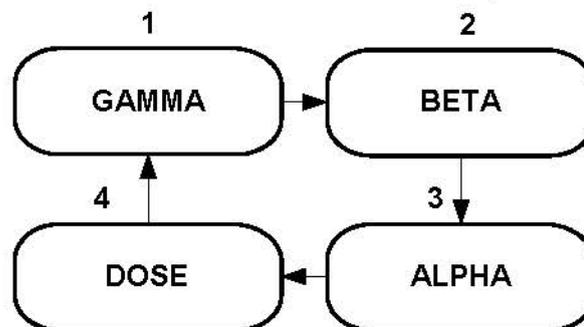
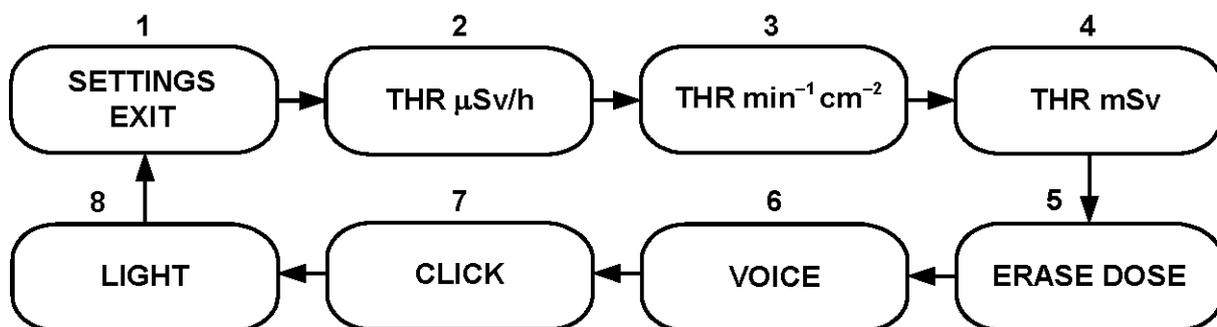

Рис. 2 Схема переключения режимов работы прибора
Рис. 3 - Схема переключения установок сигнализаций
б) переключение режимов работы осуществляется кратковременным нажатием (менее 1 с) кнопки «**MODE**» согласно схеме представленной на Рис. 2;
в) При длительном (более 2 с) нажатии кнопки «**MODE**» в любом из режимов «**GAMMA**», «**BETA**», «**ALPHA**» или «**DOSE**» прибор переходит в меню установок (на дисплее - «**SETTINGS EXIT**»). Установки сигнализаций циклически меняются по кругу кратковременными (менее 1 с) нажатиями кнопки «**MODE**» согласно схеме представленной на Рис.3. Выход из меню установок в основное меню режимов работы (Рис.2) – длительное удержании кнопки «**MODE**» при индикации на дисплее «**SETTINGS EXIT**».
Включить питание прибора (однократно нажать и отпустить кнопку «**POWER**»). При длительном (более 2 с) нажатии кнопки «**MODE**» в любом из режимов «**GAMMA**», «**DOSE**» «**BETA**» или «**ALPHA**», прибор переходит в меню установок (Рис.3), и на дисплее первоначально индицируется «**SETTINGS EXIT**». Кратковременными нажатиями кнопки «**MODE**» установить в верхней строке дисплея режим установки «**VOICE**» (Рис.3). Режим речевого озвучивания измерения мощности дозы «**PEREODICAL**», «**MANUAL**» или «**OFF**» ( на нижней строке) выбирается путём длительного удержания кнопки «**MODE**»:
**ВНИМАНИЕ.** В режиме «**GAMMA**» (при включённом «ручном» озвучивании - «**MANUAL**») кратковременное нажатие кнопки «**MODE**» включает только речевое сообщение (и подсветку дисплея), но не изменяет режимов работы прибора согласно Рис.2. Прибор постоянно находится
в режиме измерения «**GAMMA**». Выход в меню установок (Рис.3) - длительное удержание кнопки «**MODE**».
Включить питание прибора (однократно нажать и отпустить кнопку «**POWER**»). При длительном нажатии (более 2 с) кнопки «**MODE**» прибор переходит в меню установок (Рис.3). При индикации в верхней строке дисплея «**CLICK**» режим работы звуковой сигнализации интенсивности излучения («**ON**» или «**OFF**» в нижней строке) выбирается путем длительного удержания (более 2 с) кнопки «**MODE**»:
Включить питание прибора (однократно нажать и отпустить кнопку «**POWER**»). При длительном нажатии (более 2 с) кнопки «**MODE**» прибор переходит в меню установок (Рис.3). При индикации в верхней строке дисплея «**LIGHT**» длительность подсветки дисплея (в нижней строке) регулируется путем длительного удержания (более 2 с) кнопки «**MODE**»:
Включить питание прибора (однократно нажать и отпустить кнопку «**POWER**»). При длительном нажатии (более 2 с) кнопки «**MODE**» прибор переходит в меню установок (Рис.3). При индикации на дисплее «**THR  $\mu\text{Sv/h}$** » путем длительного удержания (более 2 с) кнопки «**MODE**» прибор переключается в подменю установки порога сигнализации мощности дозы и на дисплее индицируется «9999.9  $\mu\text{Sv/h}$ ».
Включить питание прибора (однократно нажать и отпустить кнопку «**POWER**»). При длительном нажатии (более 2 с) кнопки «**MODE**» прибор переходит в меню установок (Рис.3). При индикации на дисплее «**THR  $\text{min}^{-1} \text{cm}^{-2}$** » путем длительного удержания (более 2 с) кнопки «**MODE**» прибор переключается в подменю установки порога сигнализации плотности потока бета-частиц и на дисплее индицируется «99999  $\text{min}^{-1} \text{cm}^{-2}$ ».
Включить питание прибора (однократно нажать и отпустить кнопку «**POWER**»). При длительном нажатии (более 2 с) кнопки «**MODE**» прибор переходит в меню установок (Рис.3). При индикации на дисплее «**THR mSv**» путем длительного удержания (более 2 с) кнопки «**MODE**» прибор переключается в подменю установки порога сигнализации интегральной дозы и на дисплее индицируется «**999.999 mSv**».
Сброс (обнуление) интегральной дозы осуществляется в подменю установок (Рис.3) длительным (более 2с) двойным нажатием кнопки «**MODE**» при индикации на дисплее «**ERASE DOSE**».
- перезапустить режим «**БЕТА**» прибора кнопкой «**MODE**» (см. Рис. 2) и при достижении статистической погрешности менее 20%, зафиксировать среднее фоновое показание дисплея  $N_{\phi}$ , част./( $\text{мин} \cdot \text{см}^2$ );